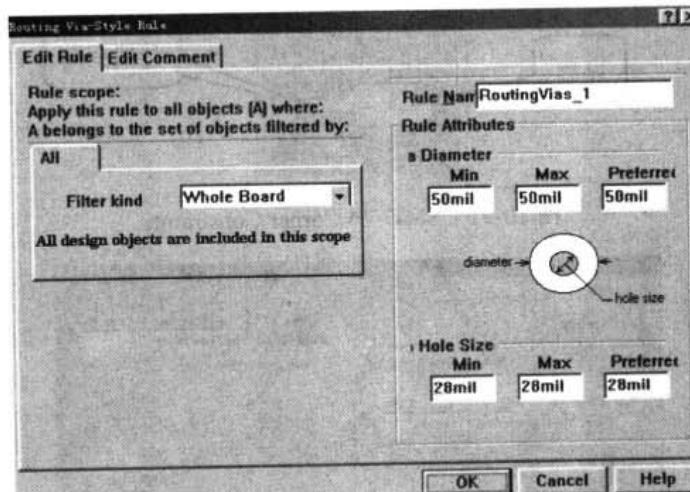

图 10-88 过孔类型设置对话框
- Routing Via Style: 过孔类型。该规则用于设置过孔外径 Diameter 和内径 Hole Size 的尺寸。Routing Via Style Rule（过孔类型）设置对话框，即如图 10-88 所示。可在 Rule Attribute 栏中要求定义过孔外径和内径的 Min（最小值）、Max（最大值）、Preferred（首选值）。首选值可被用于自动布线和手工布线的过程。而最小值和最大值，则可被用于在线 DRC 过程。